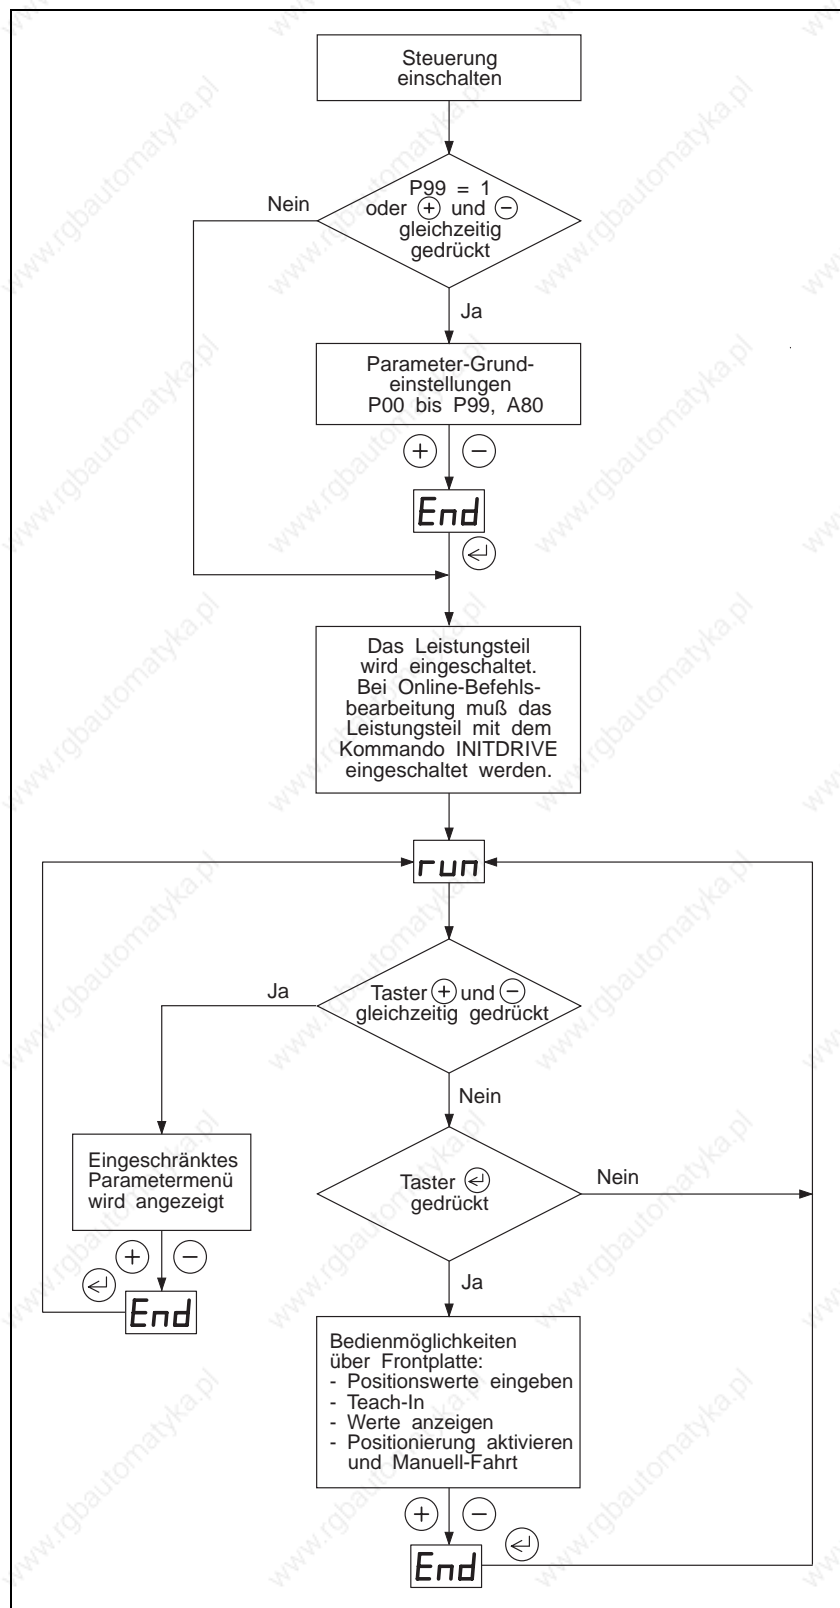

Bild 3-2 Frontplattenbedienung
4. Je nach Einstellung des Parameters P99 sind zwei Grundzustände möglich (siehe Bild 3-2):